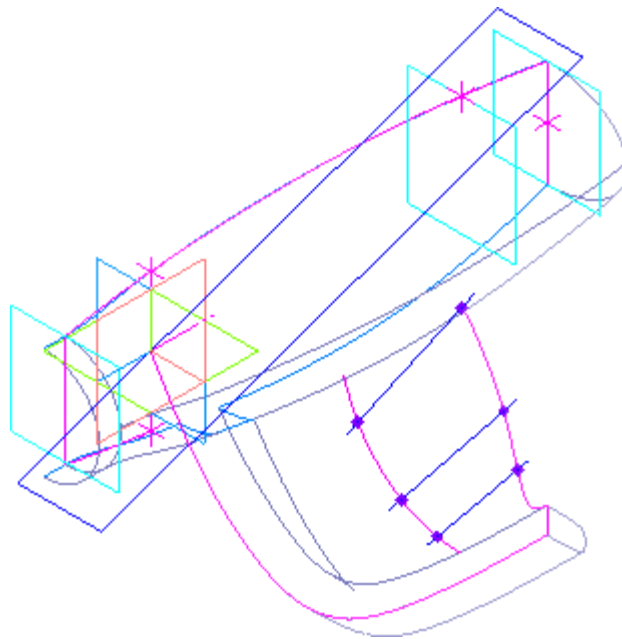

Рисунок 26.
- Постройте оси через остальные пары точек (рис.26).